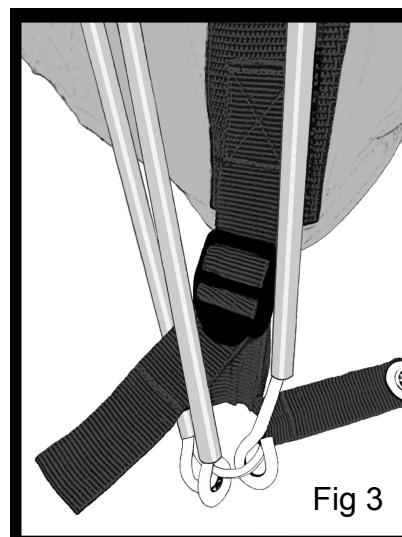

Fig 3
4. When all the poles are through to the other side, locate the pole ends on one side into the metal pins (Fig 3). On the opposite side, gather the poles together and push them back into the pole sleeves so that they bend into an arch. Feed the pole sleeve fabric along the pole length as they bend and make taut. Locate pole ends into the metal pins on the opposite side. Tighten the adjustable straps.
4. Wanneer alle palen door naar de andere kant zijn, plaats de paaleinden aan de ene kant in de metalen pennen (Fig. 3). Aan de andere kant, pak de palen samen en duw ze terug in de paalmouwen zodat ze buigen in een boog. Voer de paalmouw doek langs de paallengte als ze buigen in strak worden. Plaats de paaleinden in de metalen pennen aan de andere kant. Draai de verstellbare riemen vast.